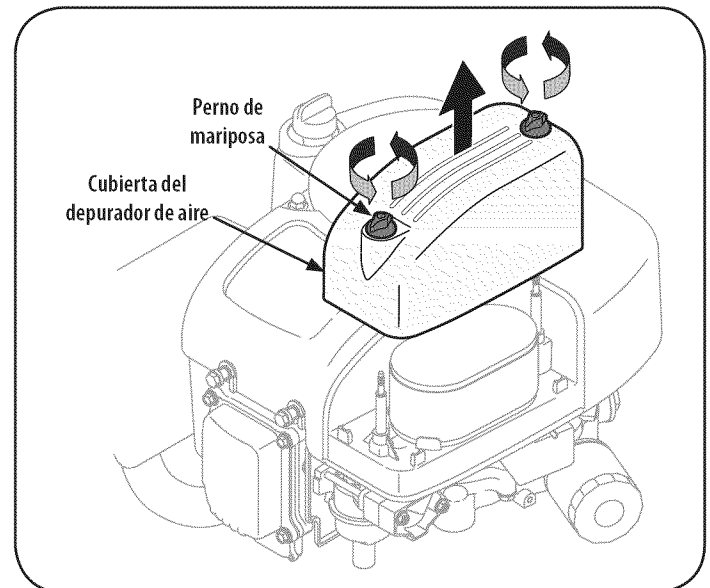

Figura 16
1. Retire los pernos de mariposa y la cubierta del depurador de aire. Vea la Figura 16.